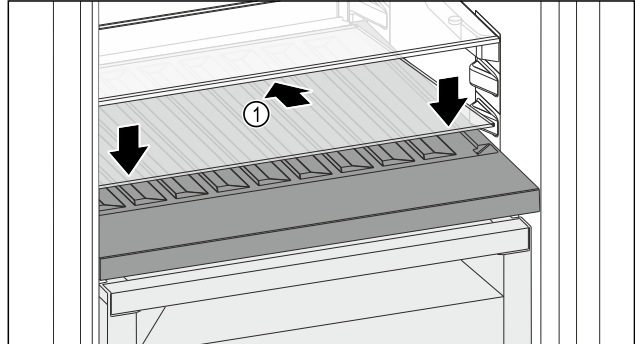

Fig. 164
- Placer la plaque de verre Fig. 164 (1) en biais et inclinée vers le bas.
- Abaisser l'avant de la plaque de verre Fig. 164 (1).